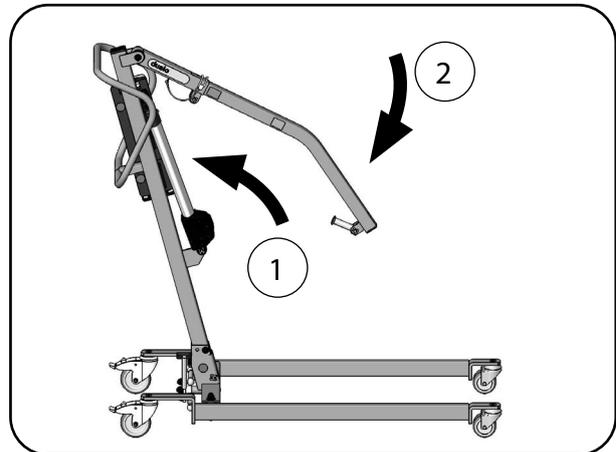
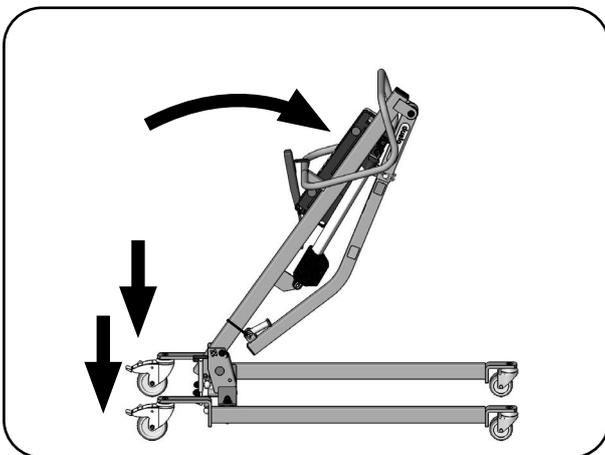

Abb.13.2.02 - Standmast aufgerichtet
Abb.13.2.03 - Standmast zusammenklappen
1. Bremsen Sie die beiden hinteren Laufrollen an der Bedienerseite, durch Betätigung des Tritthebels (Abb. 13.2.03) (siehe Kapitel Bedienung Abschnitt **Laufrollen**).
- Schwenken Sie zuerst den Hubantrieb und anschließend die Hebearmaufnahme bzw. den Hebearm standard zum Standmast (Abb.13.2.02). Fixieren Sie den Hubantrieb und die Hebearmaufnahme bzw. den Hebearm standard mit Kabelbinder oder Klettband am Standmast (Abb.13.2.03).
- Entfernen Sie an der Standmastaufnahme den Bolzen mit der SL-Sicherung und klappen Sie den Standmast langsam und kontrolliert nach vorne (Abb.13.2.03).